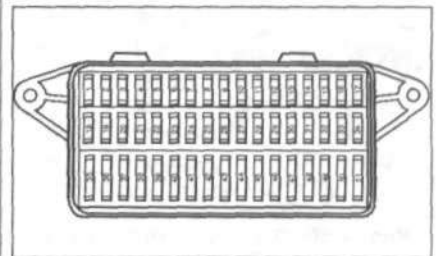

Рис. 4.47. Предохранитель №34 должен быть в рабочем состоянии.
2. Предохранитель №34 должен быть в рабочем состоянии (рис. 4.47).